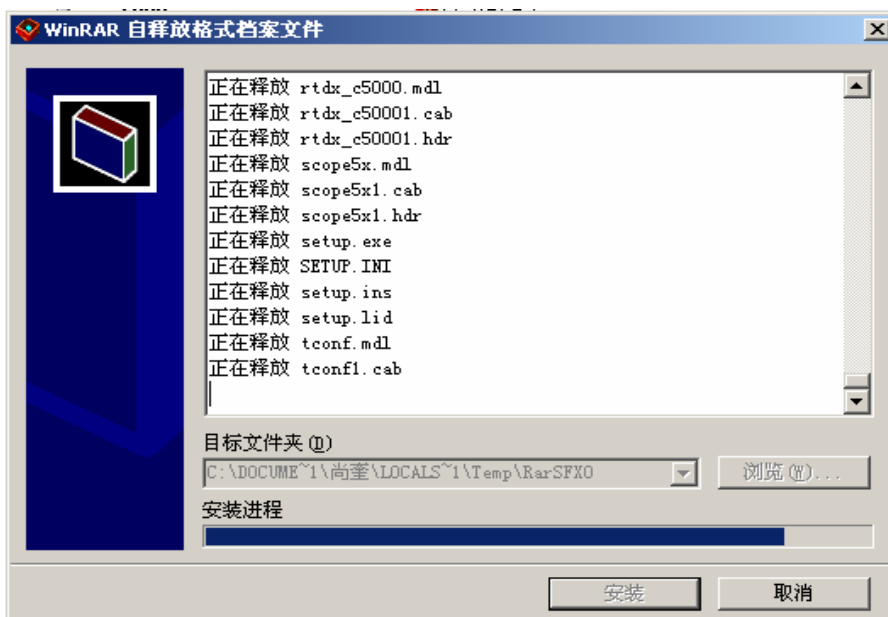

图 7.2 CCS5000 软件安装示意图 1
- A. 请打开安装光盘的“CCS 开发软件”目录，所有的开发软件都放在这个目录下。请选择 CCS 5000.EXE 文件，双击后如图 7.2：